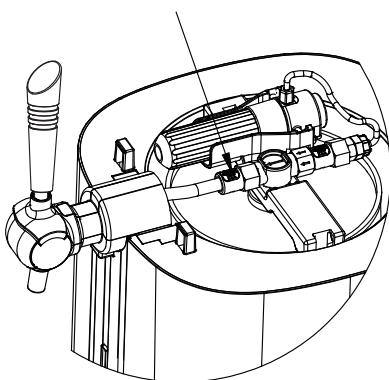

Figure 18
2. Débranchez le connecteur de distribution de vin du distributeur et appuyez d'abord sur le bouton blanc lorsque vous le retirez (figure 18).